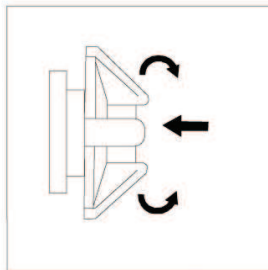

Рис. 3
7.8.1 Для изменения диаметра ленты, нажмите вращающуюся шестерню в ленте таким образом, чтобы можно было регулировать ленту. Маховик в ленте имеет функцию автоблокировки. Не стоит через силу вращать маховик чтобы избежать повреждения шестерни (рис. 3)